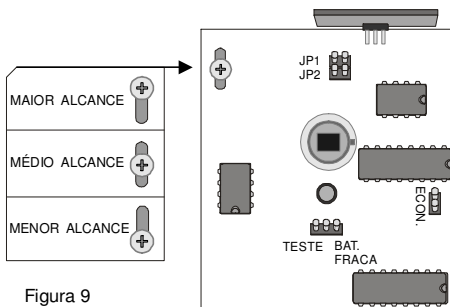

Figura 9
Na figura 9 acima, está ilustrada a placa do PYROS-LC com todos os jumpers de configuração:
A configuração dos jumpers JP1 e JP2 determina o setor a ser acionado pelo PYROS-LC, setor 1 ou 2. Veja na figura 9 como configurar. Obs.: Se você adquiriu o kit completo do Officer com os sensores PYROS-LC incluídos, vá diretamente ao item seguinte, pois esses jumpers já vêm configurados de fábrica.
- O jumper "ECON" deve ser colocado na posição "Modo teste" conforme ilustrado na figura 9, para que o PYROS-LC rearme a cada 5 segundos. Ao final do teste deve esse jumper deve ser removido ("Modo economia") para que o PYROS-LC rearme somente a cada 3 minutos. Esta função serve para economizar a bateria quando instalado em locais de muito movimento, evitando que o PYROS-LC efetue muitas transmissões sem necessidade.
- Regule a posição da placa do PYROS-LC conforme o alcance desejado (vide figura 9), se o sensor estiver longe da área de possível violação regule a placa para baixo. Se o sensor for instalado numa sala pequena, regule a placa para cima. Caminhe pelo ambiente para testar o sensor sempre que fizer novo ajuste na placa e sempre com a tampa e lente colocados.